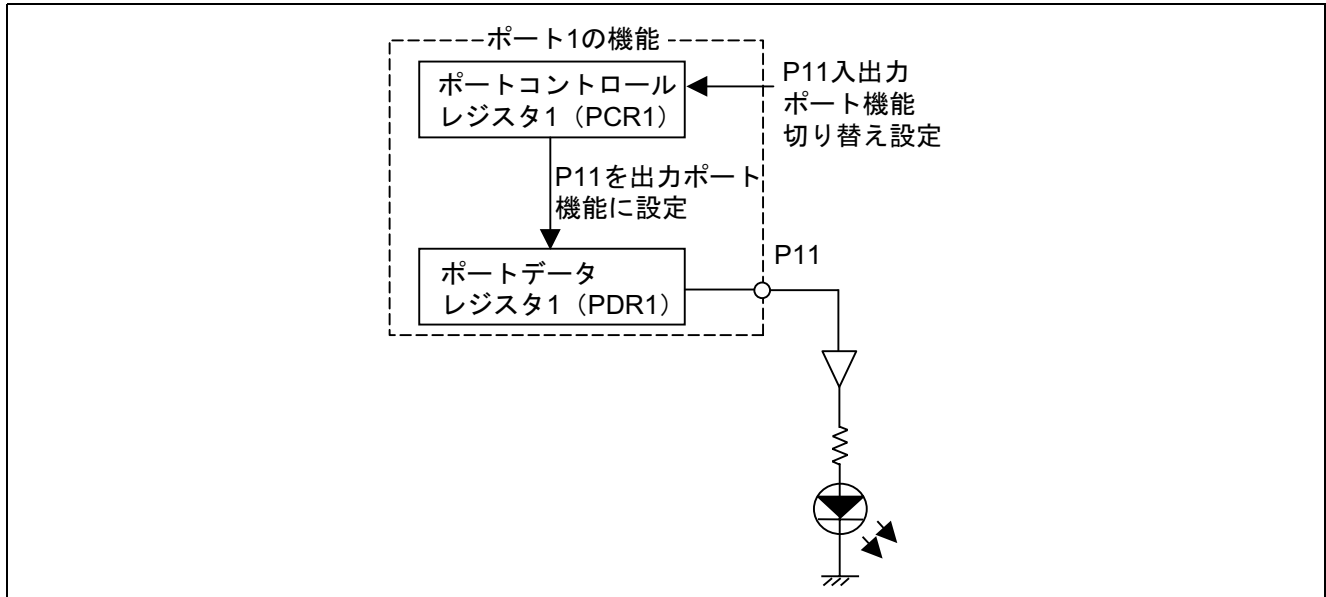

図 4 ポート 1 説明図
2.2 ポート 1 説明図を図 4 に示します。以下に、ポート 1 説明図について説明します。